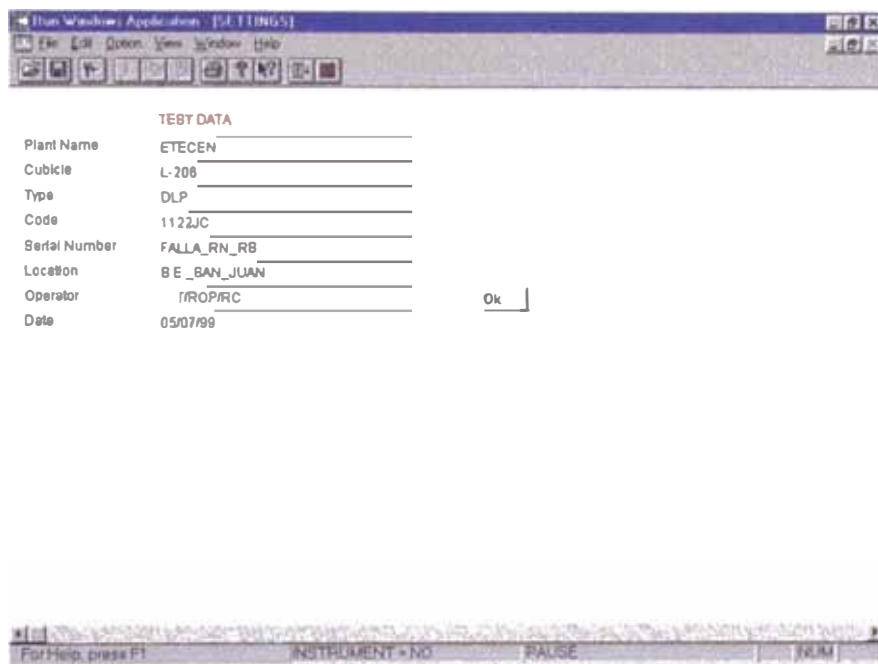

Figura IV.20. Primera página del programa ZDESIGN
- En la primera página que aparezca se llenaran los datos generales (Figura IV.20).